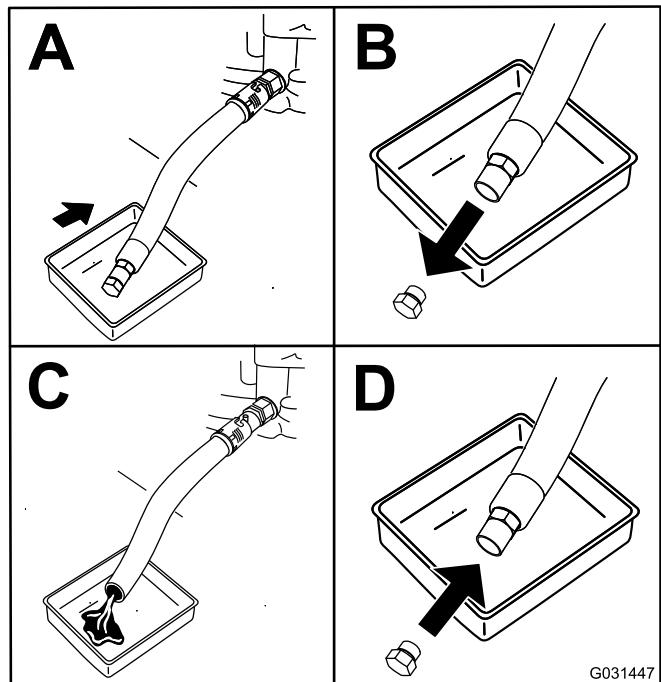

Рисунок 52
- Замените масло в двигателе, как показано на Рисунок 52.